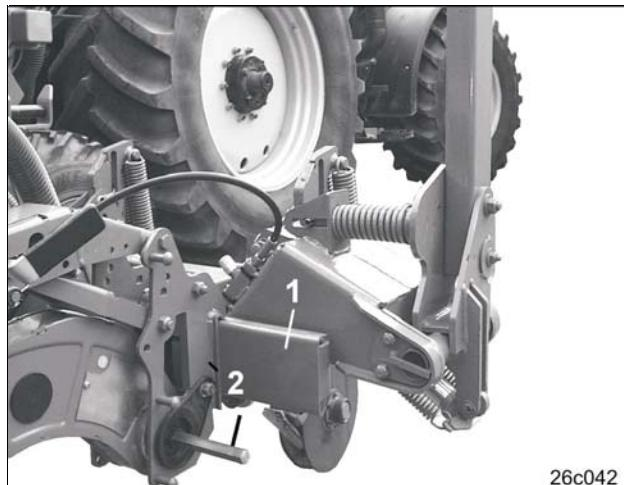
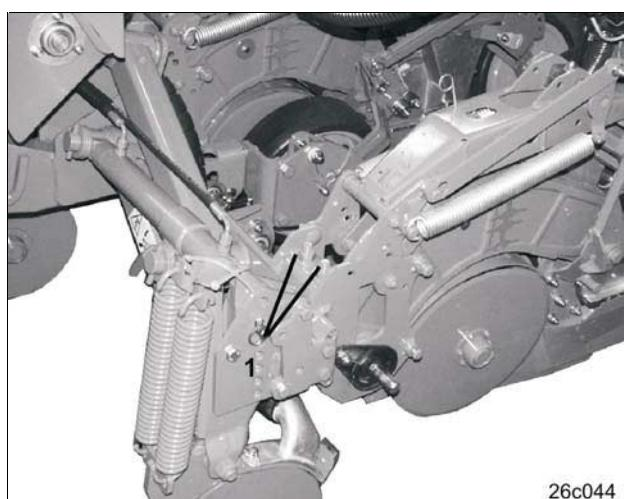

Рис. 61
Рис. 63
- Открутите гайки (Рис. 63/1) захватов и передвиньте высевающие аппараты на балке-держателе (Рис. 61/1).
- Гайки (Рис. 63/1) затяните.